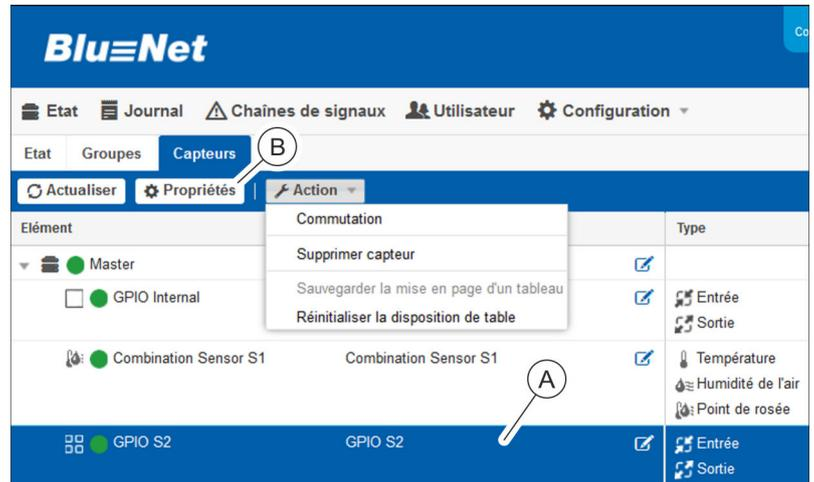

Fig. 132 : Menu « État » – Onglet « Capteurs »
4. ➤ Sélectionner le module GPIO souhaité dans l'onglet « Capteurs » (Fig. 132 /A).
5. ➤ Appuyer sur le bouton « Propriétés » pour ouvrir l'affichage détaillé (Fig. 132 /B).